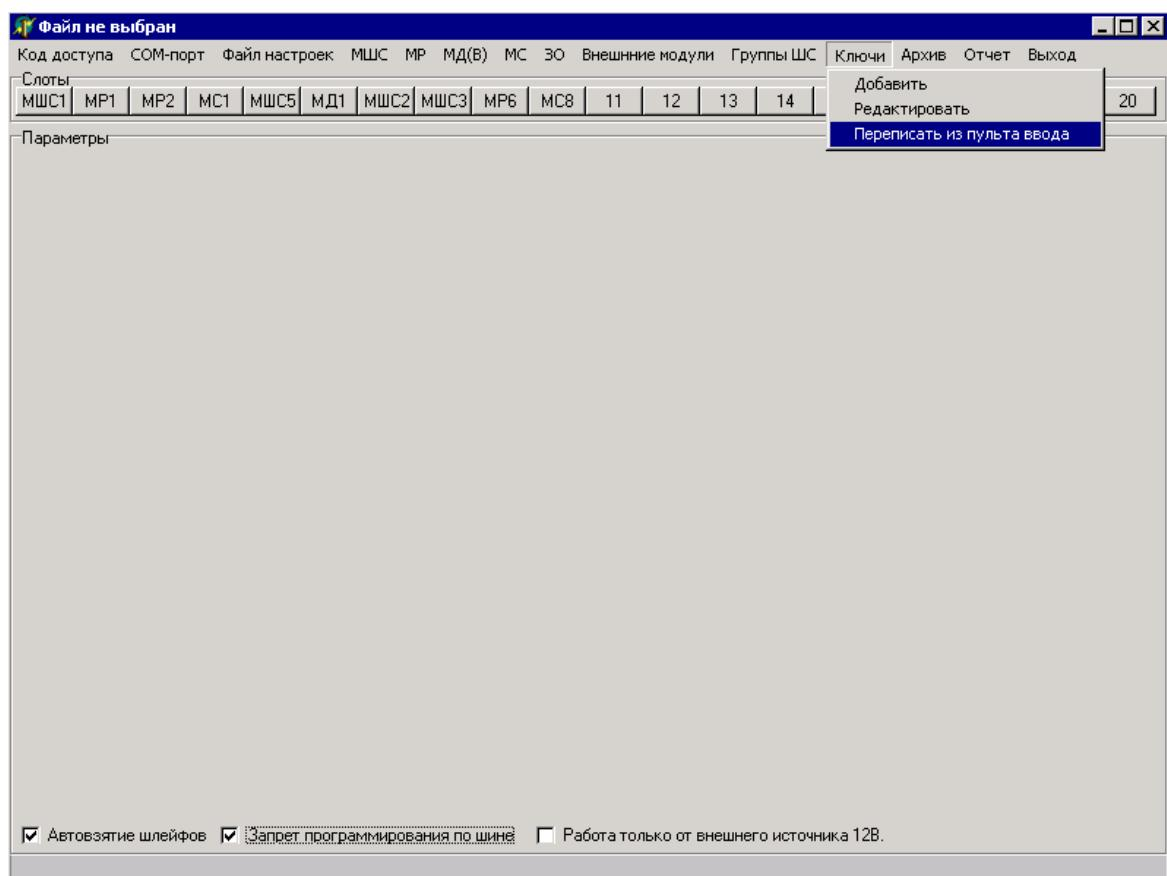

Рисунок 22
- в основном окне программы **выбрать команду главного меню «Ключи \ Переписать из пульта ввода»** (рисунок 22);